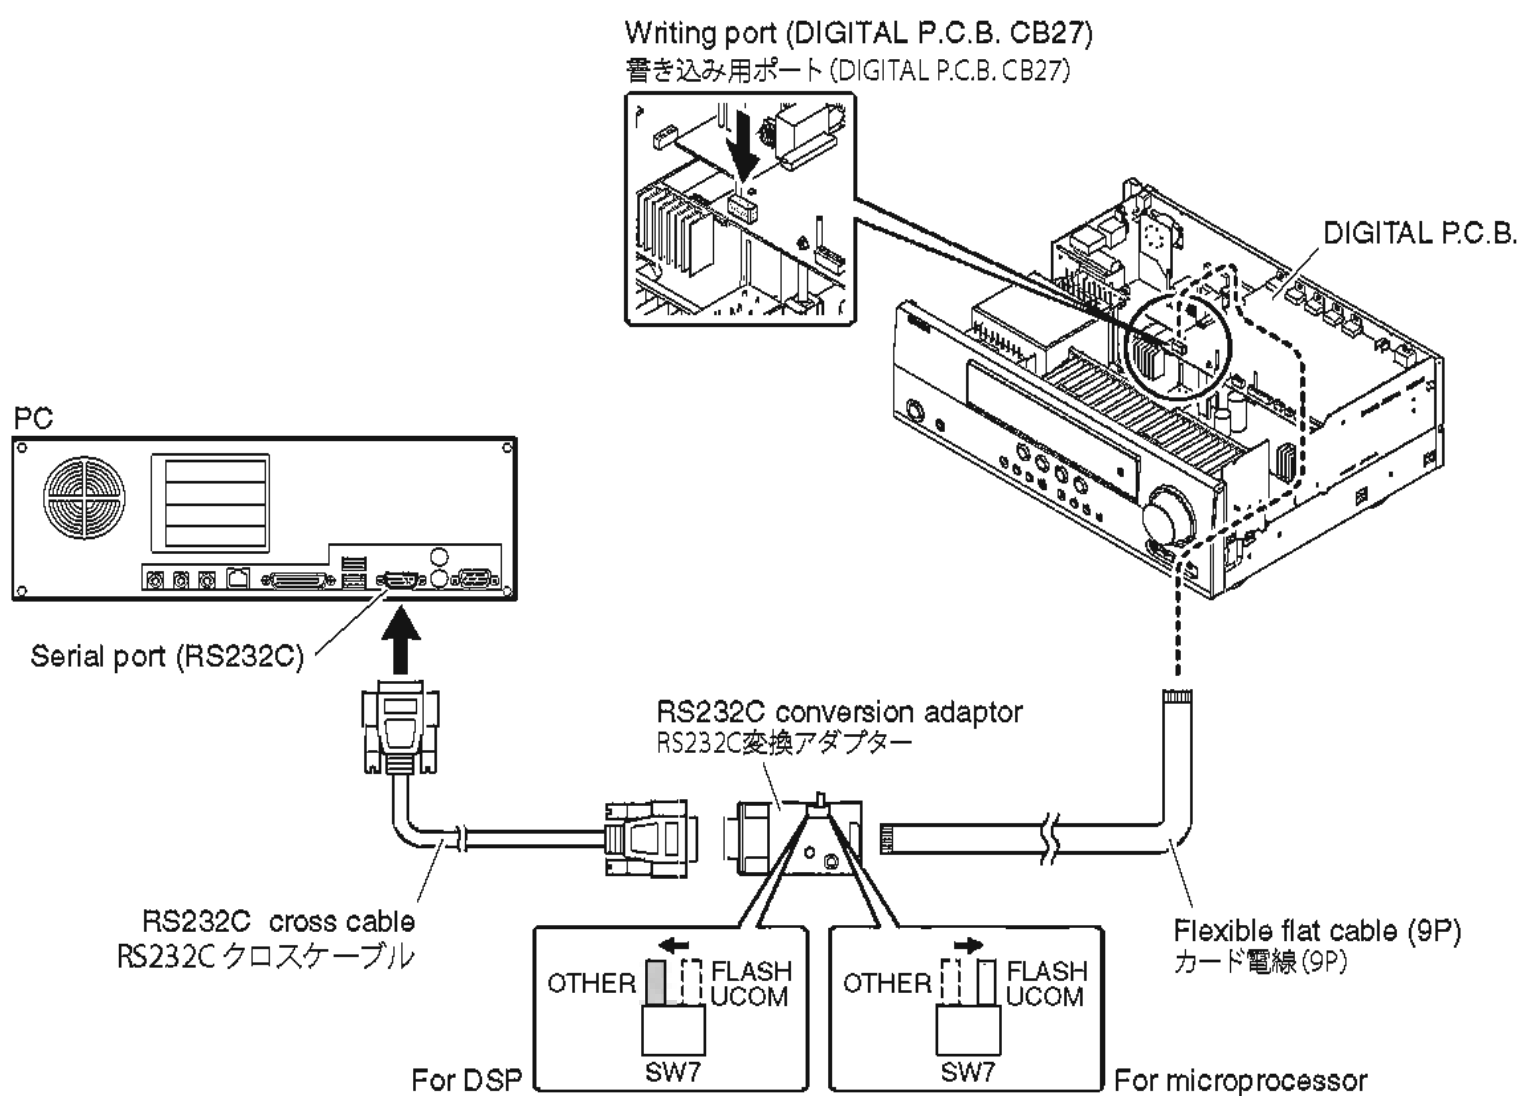

Fig. 1
2. Connect the writing port (CB27 of DIGITAL P.C.B.) of this unit to the serial port (RS232C) of the PC with RS232C cross cable, RS232C conversion adaptor and flexible flat cable as shown below. (Fig. 1)
3. Set the switch (SW7) of RS232C conversion adaptor as shown below. (Fig. 1)
2. 本機の書き込み用ポート (DIGITAL P.C.B. CB27) と PC のシリアルポート (RS232C) を下記のように接続します。(Fig. 1)
3. RS232C 変換アダプターのスイッチ (SW7) を下記のように設定します。(Fig.1)